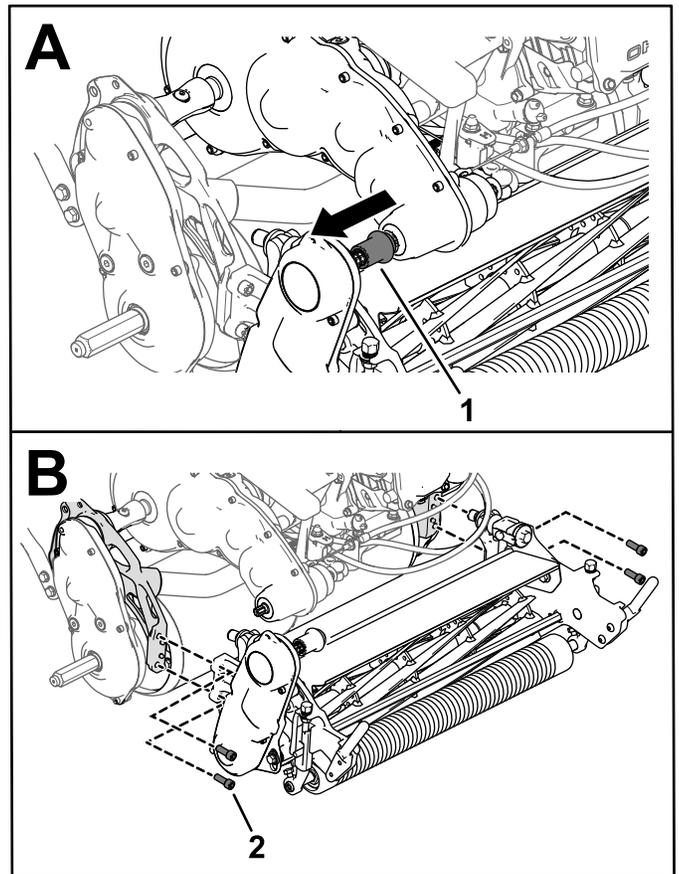

Bild 52
- Lösen Sie die Mähwerk-Antriebskupplung von der Getriebeantriebswelle (Bild 52).
- Entfernen Sie die Bundkopfschrauben, mit denen das Mähwerk am Rahmen befestigt ist (Bild 52).